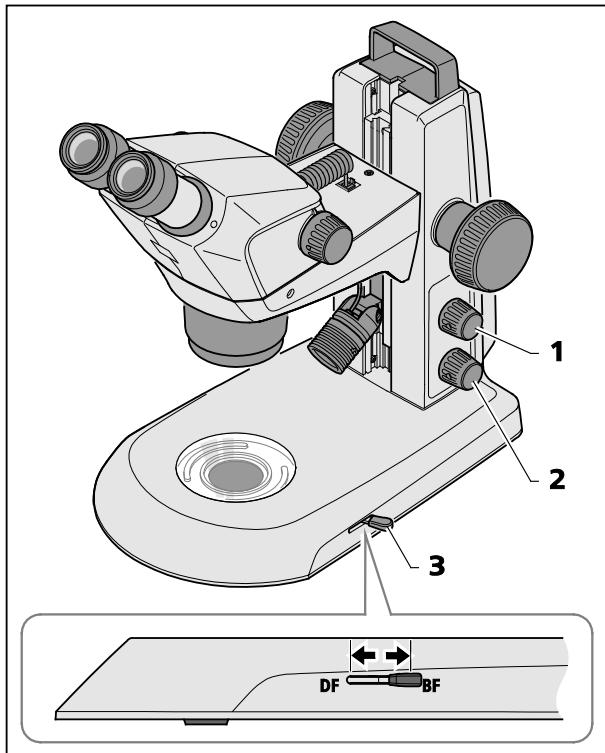

Fig. 25 Modulo di luce trasmessa nello stativo K EDU
- Accendere la luce trasmessa, premendo la manopola inferiore (Fig. 25/2).
- Spostando la leva (Fig. 25/3) si può commutare tra illuminazione a campo chiaro e quella a campo oscuro.
- Posizione anteriore: Campo oscuro (DF)
- Posizione posteriore: Campo chiaro (BF)
Schiacciando il pulsante superiore (Fig. 25/1), si può aggiungere luce riflessa per formare una miscela di luce (vedi capitolo 4.2 a pagina 28).